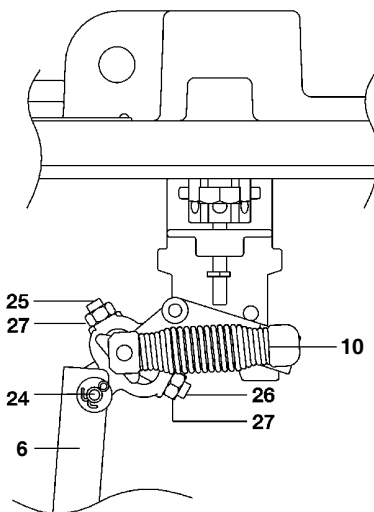

Fig. 8 - Particolari del meccanismo attuatore
2. Ispezionare il meccanismo per verificare che sia pulito e privo di depositi o detriti che ne possano impedire il libero movimento (Fig. 8).